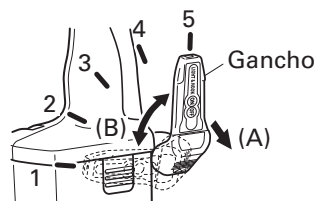

Fig. 5
- (a) Extraiga el gancho hacia sí en la dirección de la flecha (A) y gírelo en la dirección de la flecha (B). (Fig.5)